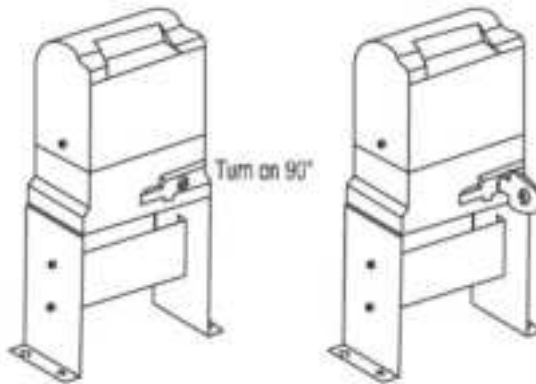

Abbildung 7
e) Bitte entriegeln Sie den Hauptmotor vor der Installation. So entriegeln Sie ihn: Nehmen Sie die Schlüsselabdeckung ab, stecken Sie den Schlüssel ein und öffnen Sie die manuelle Entriegelungsstange, bis sie sich um 90 Grad dreht, wie in Abbildung 7 gezeigt. Drehen Sie dann das Ausgangskettenrad, und das Kettenrad lässt sich leicht drehen.